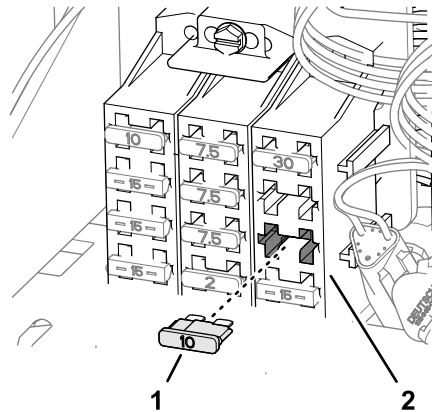

図 135
8. ステップ5で使ったオプション電源回路のヒューズブロックソケット (図 135) にヒューズ (10 A) を挿入します。